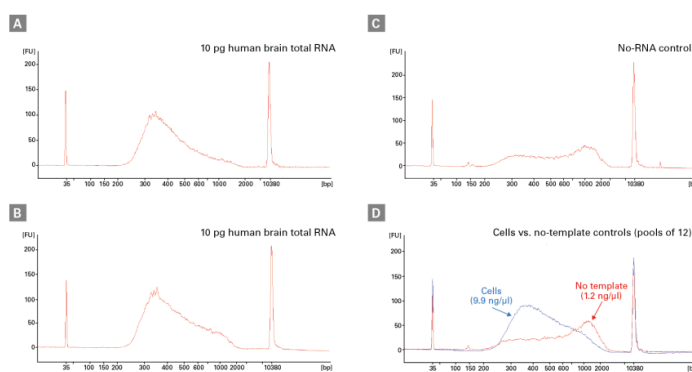

図 3. Bioanalyzer HS によるライブラリー解析結果の例
- ・ 図 3 の D に見られるような約 150~200 bp の少量の PCR 産物は、シーケンス結果に影響を与えませんが、200 bp 未満の生成物が過剰に存在する場合は、AMPure Beads 精製の F) と同様にビーズ:サンプル比 1:1) を繰り返すことを検討してください。